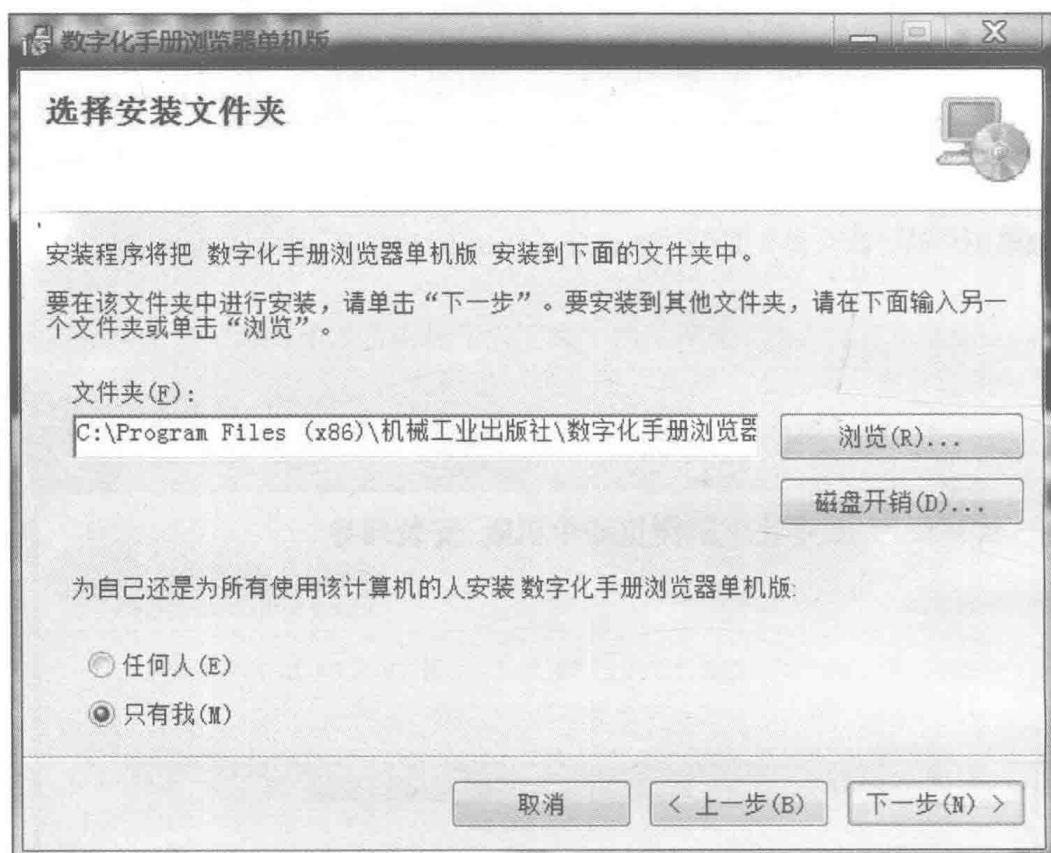

图 1-5 “选择安装文件夹”窗口
5) 进入图 1-5 所示的“选择安装文件夹”窗口。系统推荐的安装目录是“C:\Program Files(×86)\机械工业出版社\数字化手册浏览器单机版”，如果同意安装在此目录下，单击“下一步”按钮。如果希望安装在其他的目录中，单击“浏览”按钮，在弹